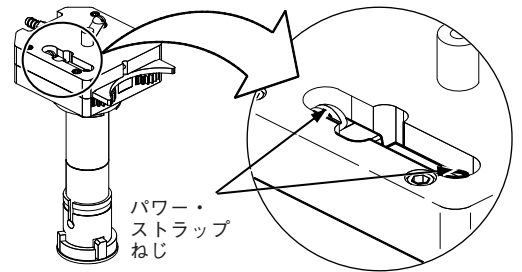

図 36：パワー・ストラップねじの検査を行う
11. パワー・ストラップねじが2本とも締め付けられていることを確認します。図 36 をご参照ください。